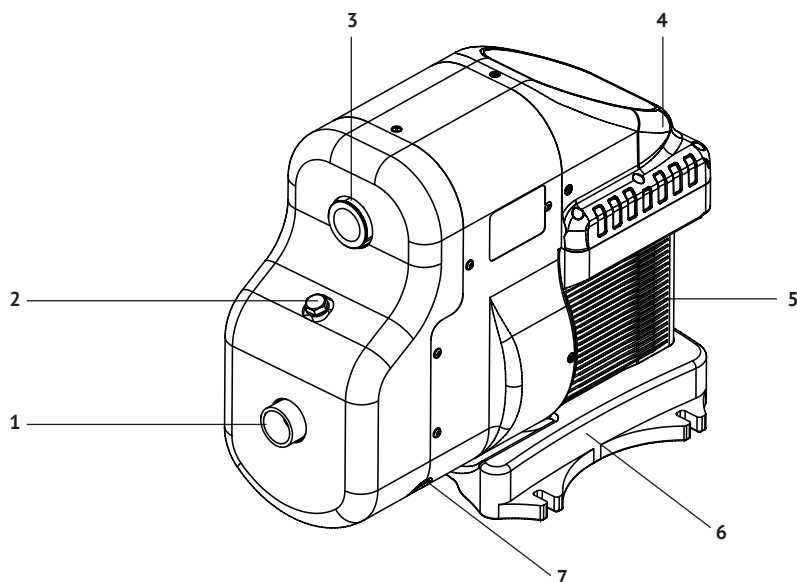

Рисунок 2 – Общее устройство:
- Отверните пробку заливного отверстия (поз 2, рисунок 2).